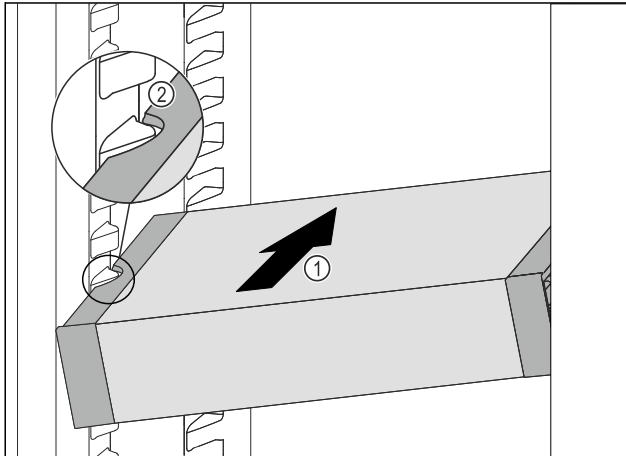

Fig. 107
- Вставити висувний ящик VarioSafe під кутом в охолоджувальне відділення Fig. 107 (1), доки бокові поглиблення Fig. 107 (2) VarioSafe не будуть розташовуватися на рівні ребра для ємності в охолоджувальному відділенні.